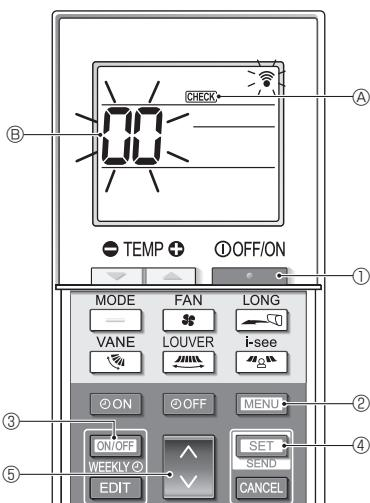

Fig. 7-6
■ Auto-vérification (Fig. 7-6)
- Appuyez sur le bouton ① pour arrêter le climatiseur.
- Si la minuterie hebdomadaire est activée (**WEEKLY** est affiché), appuyez sur le bouton ③ pour la désactiver (**WEEKLY** disparaît).
- Appuyez sur le bouton ② pendant 5 secondes.
- ④ s'allume et l'appareil entre en mode auto-vérification.
- Appuyez sur le bouton ⑤ pour sélectionner l'adresse de réfrigérant (adresse M-NET) ⑥ de l'appareil intérieur pour lequel vous voulez effectuer l'auto-vérification.
- Appuyez sur le bouton ④.
- Appuyez sur le bouton ①.
- ④ et l'adresse de réfrigérant (adresse M-NET) ⑥ s'éteignent et l'auto-vérification est terminée.